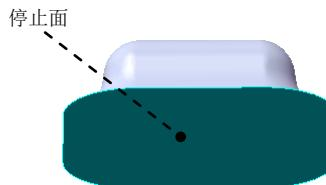

图 10.14 成形工具特征
(3) 定义切除深度属性。采用系统默认的切除深度方向；在**方向1**区域的下拉列表中选择**两侧对称**选项，在文本框中输入深度值 10。
(4) 单击 \checkmark 按钮，完成切除一拉伸 1 的创建。
Step8. 创建图 10.14 所示的零件特征——成形工具。
(1) 选择命令。选择下拉菜单**插入(I)** \rightarrow **钣金(U)** \rightarrow **成形工具**命令。
(2) 定义成形工具属性。定义停止面属性。激活“成形工具特征”对话框的**停止面**区域，选中图 10.14 所示的“停止面”。
(3) 单击 \checkmark 按钮，完成成形工具 1 的创建。